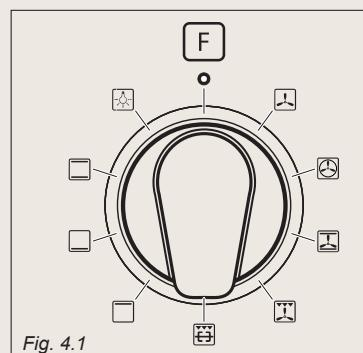

Fig. 4.1
**Manette du selecteur de fonctions (fig. 4.1)**